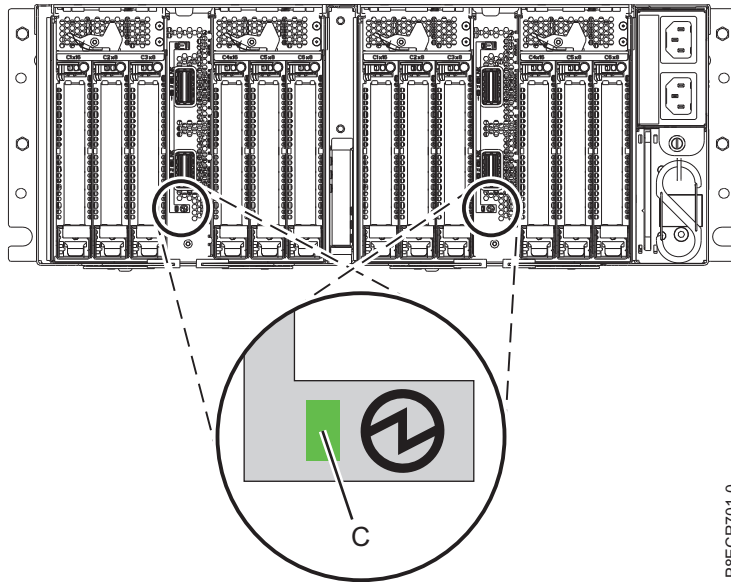

Figura 2. LED de alimentación de un Módulo de despliegue de 6 ranuras PCIe3
- El LED de alimentación del módulo de E/S (**C**) está iluminado de forma continua. El LED de alimentación está situado debajo de los puertos de cable del cajón de expansión en el módulo de E/S que se identificó en el paso anterior. Para conocer la ubicación del LED de alimentación en un Módulo de despliegue de 6 ranuras PCIe3, consulte la figura 2.